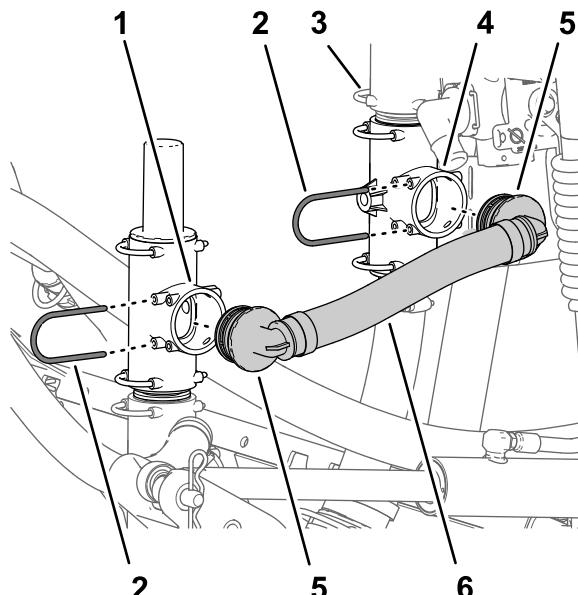

图 9
1. 将泄压软管总成的 90°接头与上 T 形接头位于泄压阀下方的开口端对齐并插入 90°接头直至完全入位图 9。
2. 使用在 拆下软管 \(页码 4\) 的步骤 2 中卸下的卡环图 9 固定 90°T 形接头。
3. 将泄压软管总成的另一个 90°接头与下 T 形接头固定在阀安装座上的开口端对齐并插入 90°接头直至完全入位图 9。
4. 使用在 拆下软管 \(页码 4\) 的步骤 2 中卸下的卡环图 9 将 90°接头固定到上 T 形接头上。
| 4. 使用卡环将直通宝塔接头固定到清洁加药器阀图 9。 | |